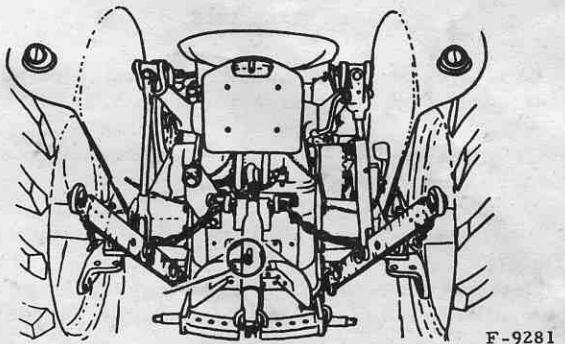

Fig. 11. — Tirant inférieur en position coulissante
- une position coulissante pour le labour (fig. 11),